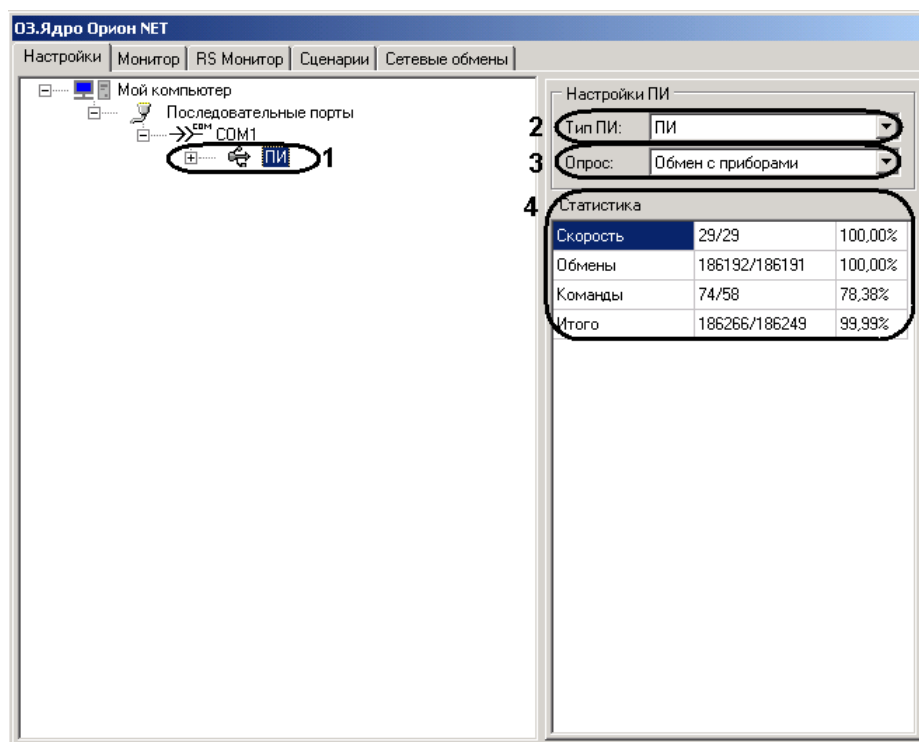

Рис. 4.2—3 Настройка ПИ
4. Состояние преобразователя интерфейсов (**ПИ**): (Рис. 4.2—3, **1**).
- 3.1 Для просмотра состояния преобразователя интерфейсов необходимо выделить в дереве объектов объект **ПИ** нажатием левой кнопки мыши (см. Рис. 4.2—3, 1).